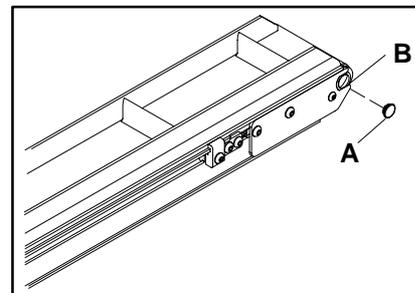

Abbildung 3
Alle nicht-angetriebenen Bauteile verfügen über einen Kunststoffstopfen (A in Abbildung 3), der sich an den Enden der Befestigungshülsen der Antriebsrolle (B). Entfernen Sie diesen Stopfen mit einem kleinen Schlitzschraubendreher.
Nach Beendigung der Schmierung kann der Schmieradapter (C) an seiner Stelle belassen oder durch den Kunststoffstopfen ersetzt werden (A in Abbildung 3).